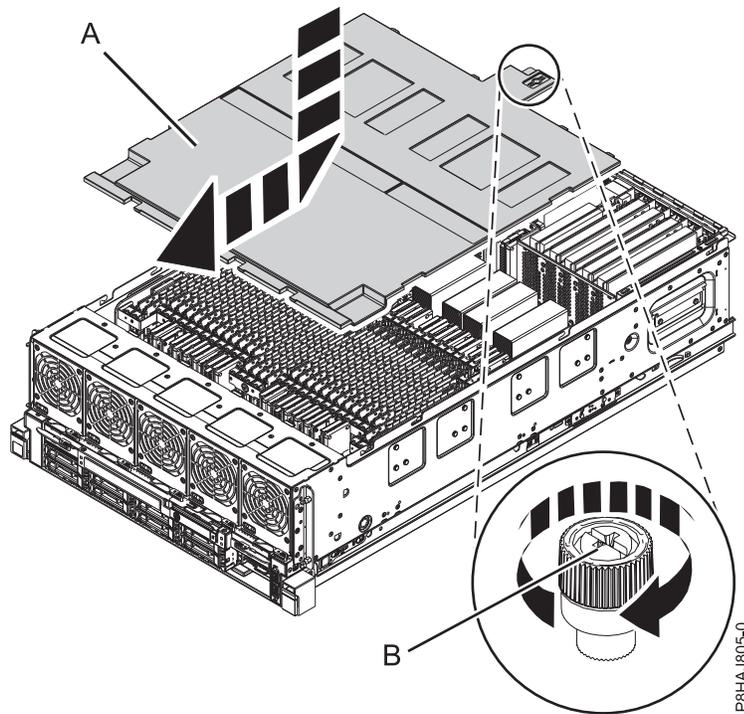

Figura 21. Substituir a tampa de segurança
2. Faça deslizar a tampa de segurança (A) em direcção ao chassis.
3. Aperte o parafuso de aperto manual (B) ao rodá-lo na direcção apresentada na Figura 21 na página 51 para fixar a tampa de segurança ao chassis.